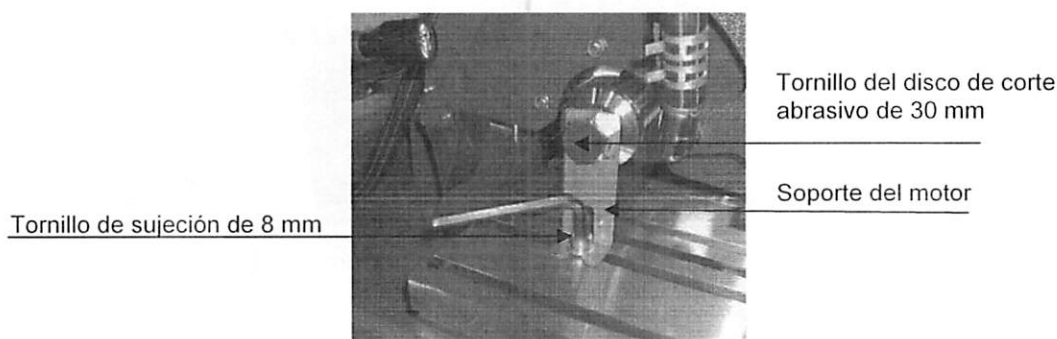

Figura 1. Soporte del motor.
1. Con una llave Allen de 8 mm, quitar el tornillo que sujeta el soporte del motor a la mesa de la prensa de tornillo (ver figura 1).
2. Con la llave para portaherramientas de 30 mm suministrada, quitar el tornillo del eje del disco de corte abrasivo y desmontar el soporte del motor (ver figura 1).